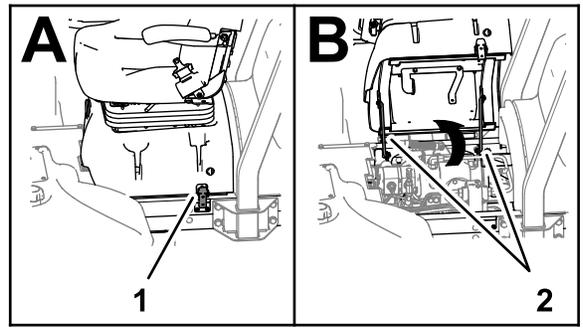

图 4
1. 打开座椅底座门锁倾斜座椅并打开底座用支撑杆支撑图 4。